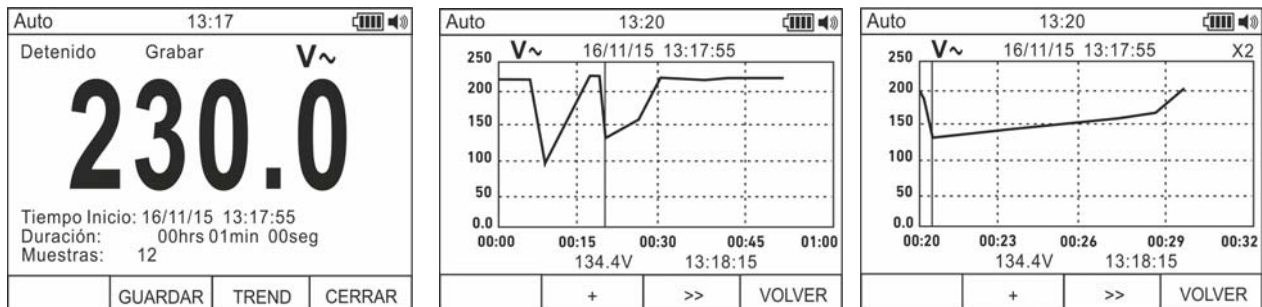

Fig. 11: Inicio registro datos
9. El instrumento muestra el tiempo residual y el número de las muestras adquiridas en tiempo real y el mensaje “Detenido” al término del registro (vea Fig. 11 – parte izquierda). Pulse la tecla **F4 (STOP)** para detener el registro en cualquier momento
11. Pulse la tecla **F3 (TREND)** para mostrar la evolución del registro (vea Fig. 11 – parte central)
12. Pulse la tecla **F4 (>>)** para desplazar el cursor sobre el gráfico y la tecla **F2 (+)** para activar la función de Zoom del gráfico aumentando la resolución (el símbolo “Xy” en el que y=max dimensión zoom aparece en la parte alta derecha del visualizador) (vea Fig. 11 – parte derecha). Es posible realizar operaciones de Zoom X1 para **al menos 15 puntos de medida**, X2 para **al menos 30 puntos de medida**, X3 para **al menos 60 puntos de medida** y así sucesivamente para un máximo de **6 operaciones de Zoom**